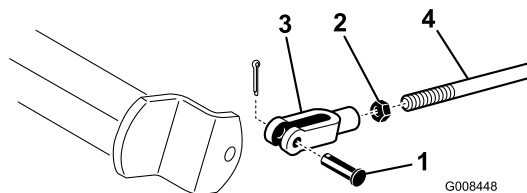

Figura 53
2. Si los frenos no se bloquean en la misma medida, desconecte las varillas de los frenos retirando el pasador y la chaveta (Figura 53).
3. Afloje la contratuerca y ajuste la horquilla (Figura 53).
4. Monte la horquilla en el eje del freno (Figura 53).